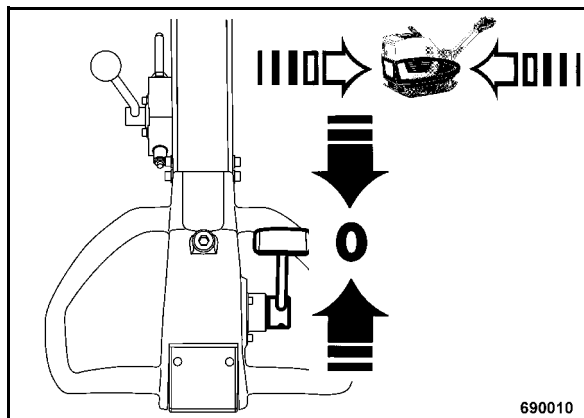

рис. 27
- Установить рычаг движения в нейтральное положение (рис. 27), чтобы виброплита вибрировала на месте.